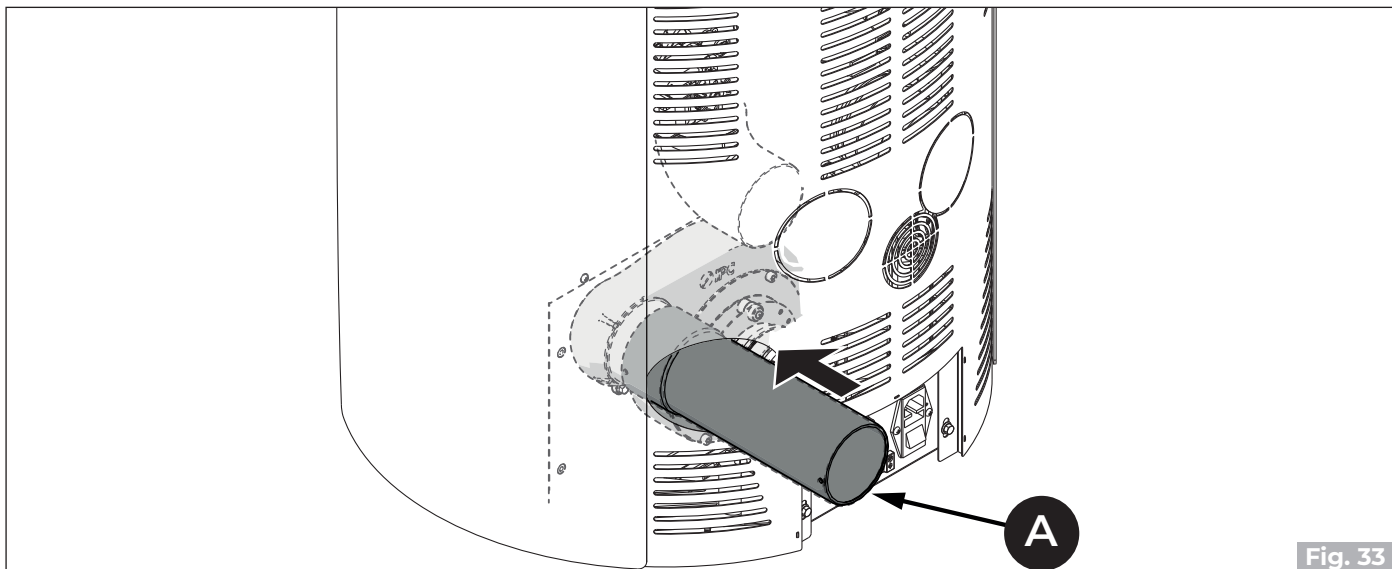

Fig. 33
- Conectar el tubo de salida humos **(A)** ("Fig. 33").